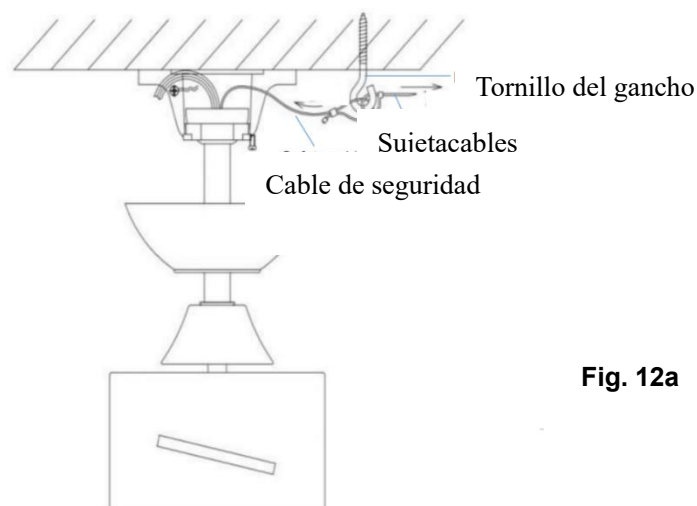

Fig. 12a
10. Tire del cable de seguridad en el tornillo del gancho y ajuste, sujete el cable de seguridad y el tornillo del gancho con el sujetacables. **(Fig. 12a)**